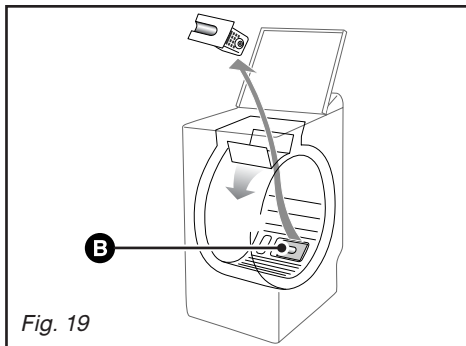

Fig. 19
– tournez légèrement le tambour, portillons ouverts, vers l'avant de la machine (Fig. 19)
– retirez-le de son logement (Fig. 19)